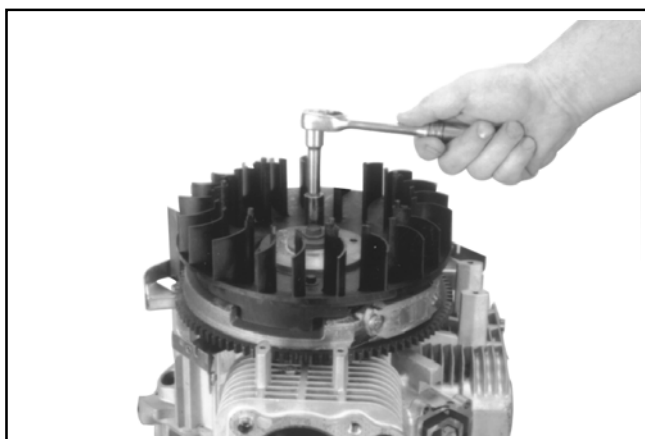

Figura 9-44. Rimozione della ventola.
2. Rimuovere le quattro viti esagonali oppure i prigionieri e le rondelle. Rimuovere la ventola in plastica dal volano. Vedere Figura 9-44.